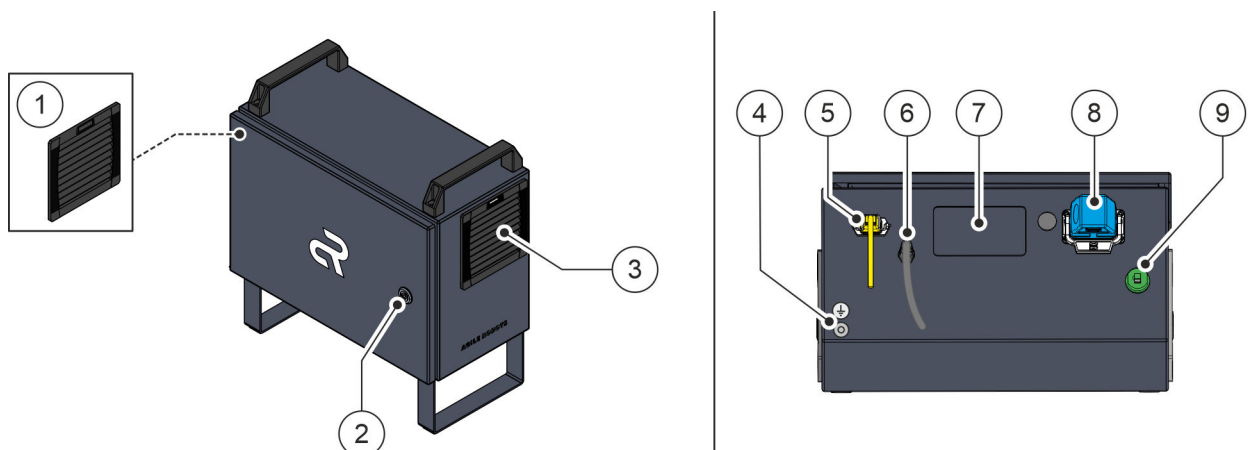

Abb. 8 Übersicht Robotersteuerung (links), Unterseite Robotersteuerung mit Anschlüssen (rechts)
In der Robotersteuerung Abb. 8 sind die elektrotechnischen Betriebsmittel vor äußeren Einflüssen geschützt platziert. Die Robotersteuerung enthält die Schnittstellen zur Verbindung des Roboters mit externen Maschinen und Sicherheitseinrichtungen des Betreibers.
Das Öffnen der Robotersteuerung ist dem Systemintegrator oder einer Elektrofachkraft vorbehalten Abb. 8/②.
An der Unterseite der Robotersteuerung sind die Verbindungskabel für den Roboter, den Handcontroller sowie die Stromversorgung angeschlossen **Abb. 8 / ⑧ + ⑥ + ⑤**. Der Netzanschluss verfügt über folgende Einrichtungen:
Die Bedienung des Roboters erfolgt mittels einer Benutzeroberfläche, die über einen Laptop oder ein Tablet aufgerufen wird. Der Ethernet-Anschluss **Abb. 8 / ⑧** für die Verbindung mit dem Laptop oder Tablet befindet sich ebenfalls an der Unterseite der Robotersteuerung.
Die Robotersteuerung ist zur Kühlung mit einer Lüftereinheit **Abb. 8 / ① + ③** ausgestattet.